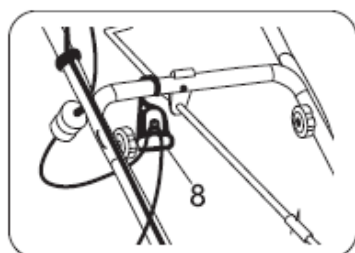

Рис.8
- Закрепите шнур удлинителя в скобе **(8)**. Подключите шнур питания снегоуборщика к удлинителю (Рис. 8).